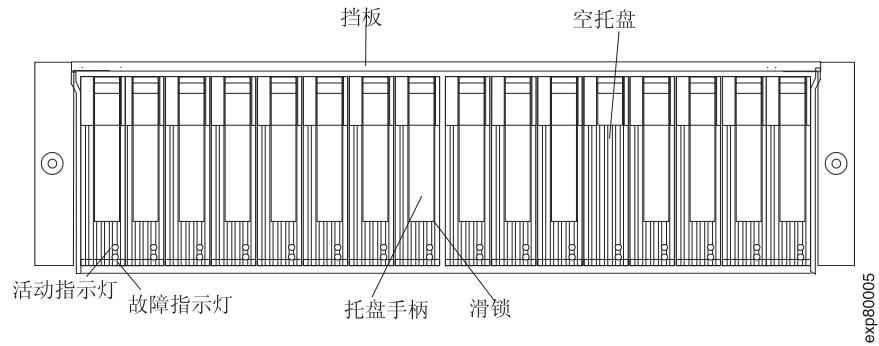

图 81. 热插拔 E-DDM 指示灯
2. 检查图 81 中显示的“故障”指示灯。如果有任何淡黄色指示灯点亮，请参阅第 147 页的『解决问题』。